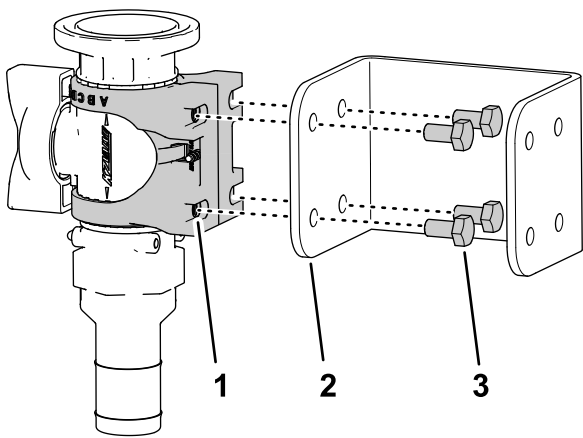

图 41
5. 用 4 个凸缘头螺栓 M6 x 12mm 和 4 个扁平垫圈将阀安装座组装到控制阀支架上 图 41 上紧螺栓扭矩至 1012N·m。